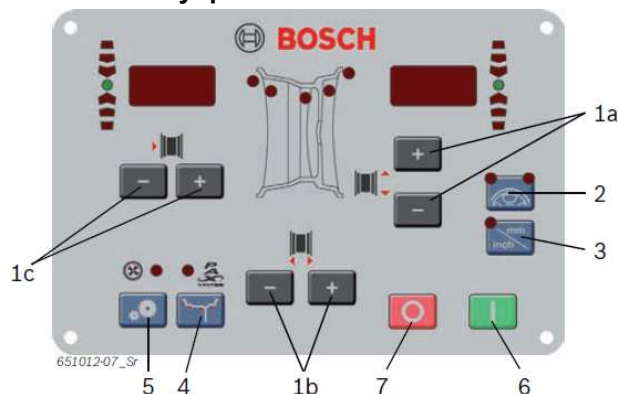

Рис. 6. Кнопки на панели управления / поле индикации (позиции расшифровываются в нижеследующей таблице).
Расстояние между серединами ободов сдвоенных колес не отображается. Однако правильное принятие значения может контролироваться при помощи поз. 1 (рис. 6).
Если электронная регистрация расстояния между серединами ободов сдвоенных колес и диаметра обода невозможна, то данные ободов могут быть введены также вручную (рис. 6, поз. 1).
2. Выберите установленное расстояние между серединами ободов сдвоенных колес при помощи кнопок «-» или «+» для расстояния между серединами ободов сдвоенных колес (рис. 6, поз. 1).
2. Введите имеющееся в наличии количество спиц нажатием кнопок <-> или <+> (рис. 6, поз. 1).